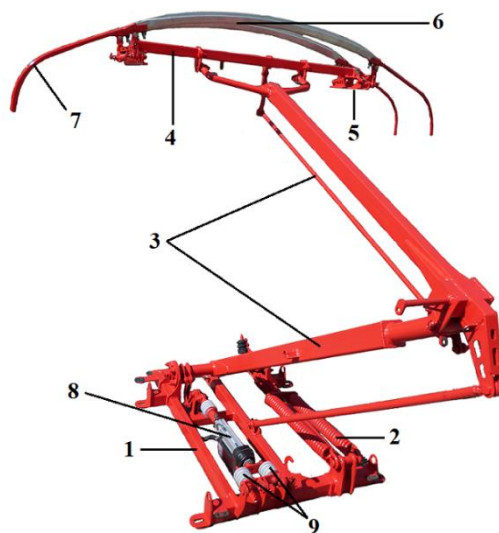

Рис. 107. Токоприёмник
Токоприёмник (рис. 107) состоит из нижней рамы (1), которое жёстко закреплено на крыше вагона. В раму, через полуоси, установлена подвижная конструкция пантографа с поворотными валами и поднимающими пружинами (2). Через систему рычагов (3) нижняя рама связана с верхней рамой (4). В верхней раме установлены каретки (5), в которых закреплён контактный полоз (6), имеющий накладки (7). Для подъёма и опускания пантографа используется электропривод (8), закреплённый на нижней раме через изоляторы (9).